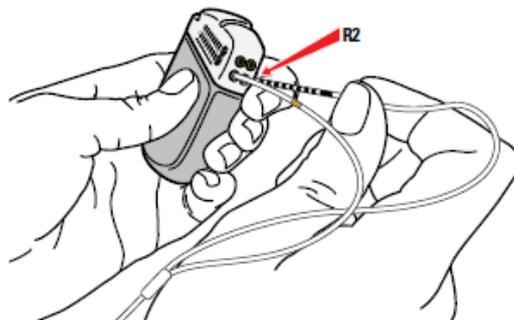

Figura 20. Conexión al puerto R2 del GII
a. Para la extensión de electrodo bifurcada: Conecte la prolongación sin banda de marcador de oro al puerto con la etiqueta R2 (Figura 20).